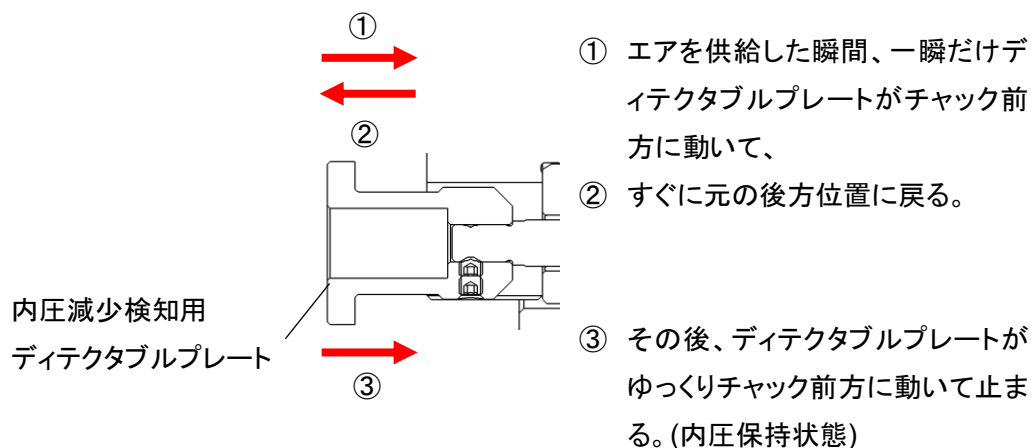

図 20
- スプリングによってディテクタブルプレートの動作圧力を決めているため、特に供給エアが高圧の場合では、図 20 のようにエアを供給した瞬間に一瞬だけディテクタブルプレートが往復動作をすることがあります。図 20 のようなディテクタブルプレートの一瞬の往復動作を近接スイッチが検知してしまうことを回避するため、タイマーなどを用いてエア供給直後の数秒間は近接スイッチを検知させないようにしていただくなどの配慮をお願い致します。